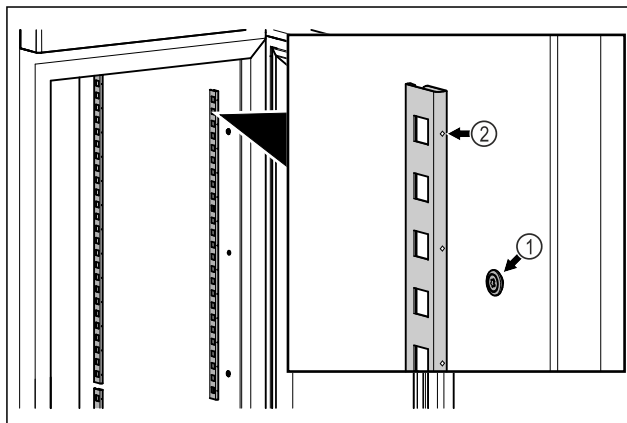

Fig. 79 Ilustrační zobrazení
- ▶ Zahákněte zářkové lišty do zavěšení Fig. 79 (1). Označení Fig. 79 (2) musí směřovat dopředu.